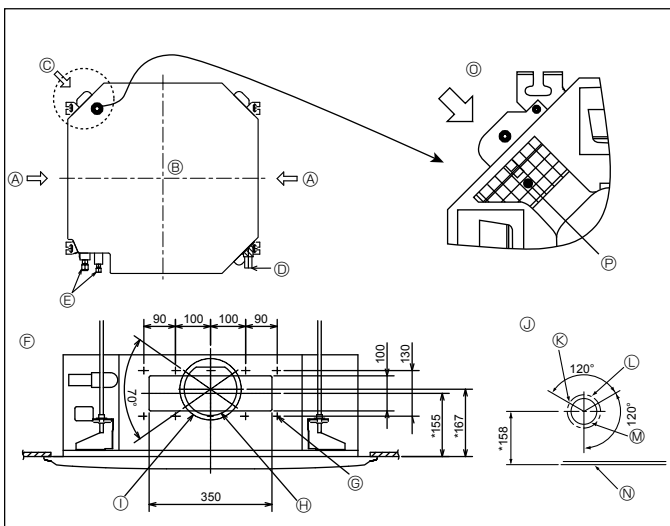

Fig. 2-3
2.3. Orifice pour le tuyau d'embranchement et orifice pour l'arrivée d'air frais (Fig. 2-3)
Lors de l'installation, utiliser les orifices des tuyaux (coupés) dont les positions sont indiquées dans les Fig. 2-3, en cas de nécessité.